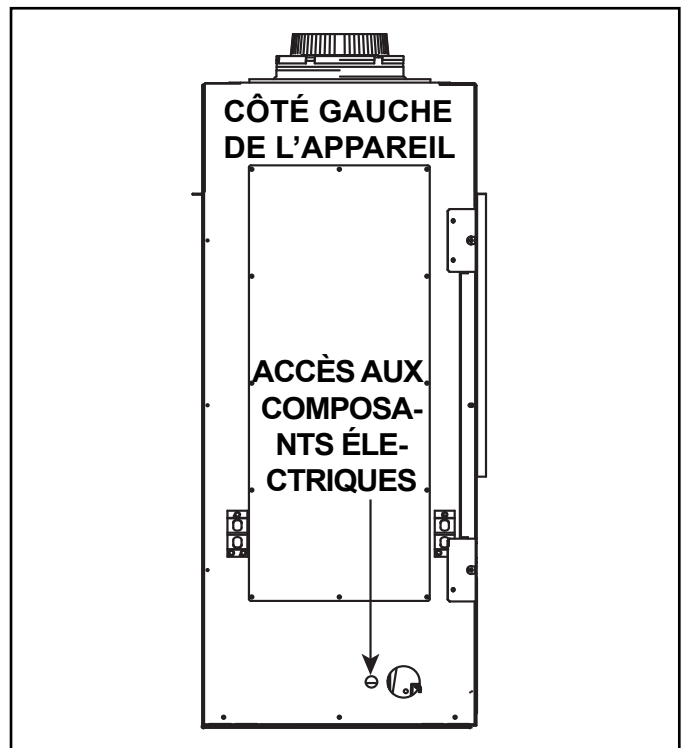

Figure 8.2 Accès électrique
- Tirez les fils électriques de l'extérieur de l'appareil à travers l'ouverture pour les fils électriques, comme indiqué à la figure 8.2, dans la cavité de contrôle et fixez les fils à l'aide d'un connecteur Romex.